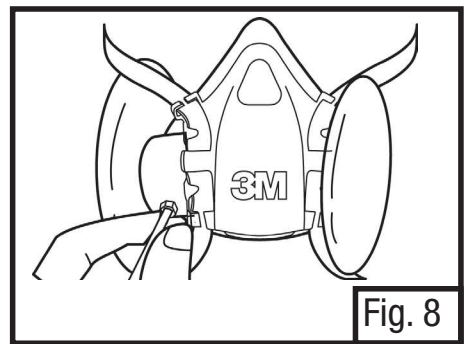

Fig. 8
11. Attach the quantitative measuring device's sample hose to the outside fitting of the 601 adapter. (Fig. 8)
11. Raccorder le tube d'échantillonnage de l'appareil d'essai quantitatif au raccord extérieur de l'adaptateur 601. (Fig. 8)